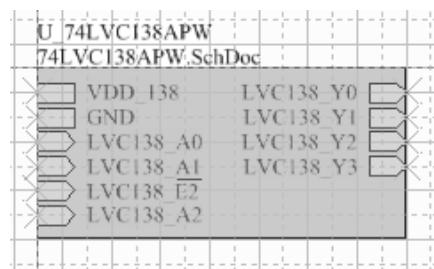

图 5-89 子图方块图的放置
(4) 在原理图关联对话框中双击需要放置方块图的子图，即激活方块图的放置，单击母图的空白处可以放置，如图 5-89 所示。